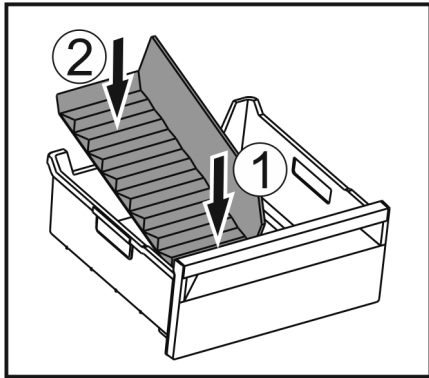

Fig. 167
- ▶ Colocar la parte delantera del separador para congelador. Fig. 167 (1)
- ▶ Bajar la parte posterior del separador para congelador hasta la base del cajón. Fig. 167 (2)